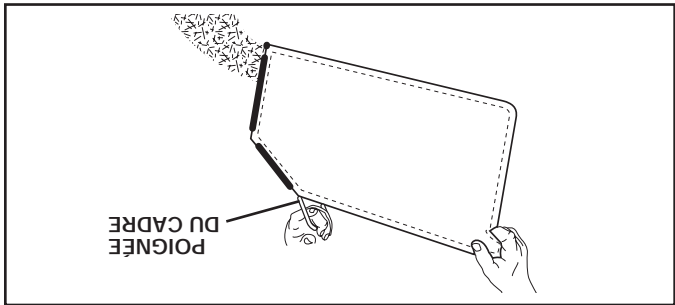

FIG. 8
- POUR VIDER LE RAMASSE-HERBE (Voir Fig. 8)**